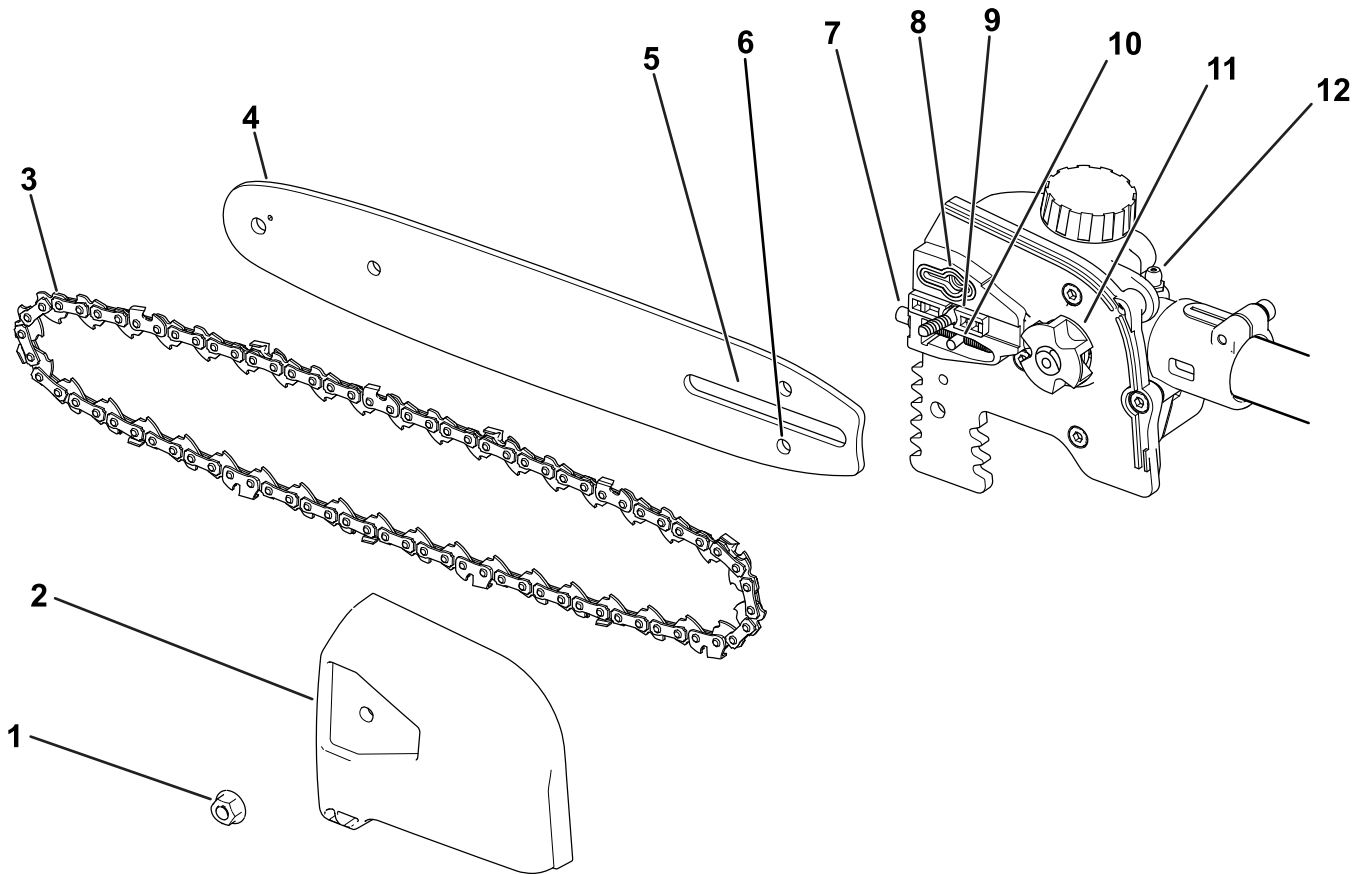

Figure 3
2. Déposez le couvercle latéral; tournez la vis de l'étui du guide-chaîne dans le sens antihoraire jusqu'à ce que la vis puisse être retirée, puis déposez le couvercle latéral (Figure 3).
5. Placez la boucle ouverte de la chaîne (le côté qui n'est pas sur le guide) autour du pignon d'entraînement de l'élagueuse (Figure 3).
**Important:** Vérifiez que le goujon de réglage de la chaîne est bien inséré dans la fente correspondante sur le guide-chaîne (Figure 3).